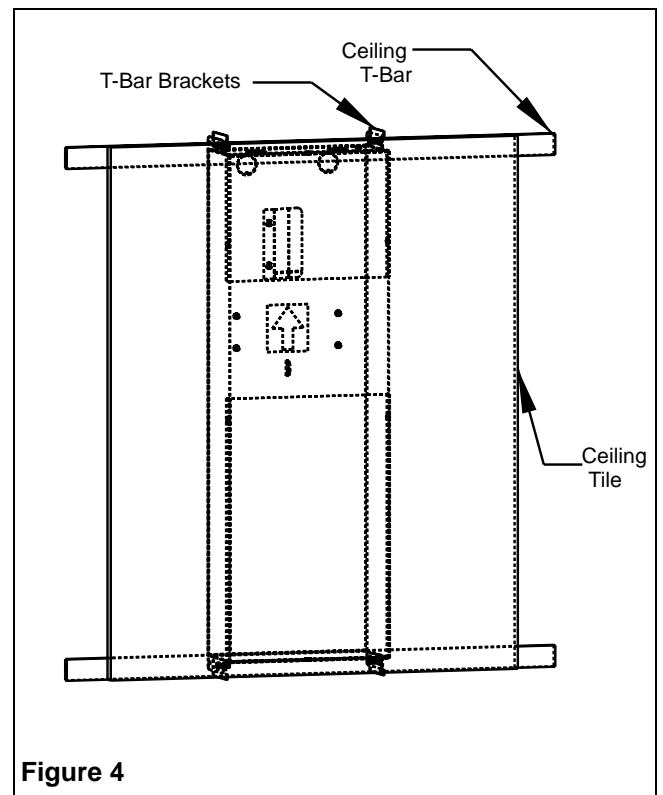

Figure 4
3. Position the back-box at the desired location across the ceiling T-bars (Figure 4). Secure the Back-Box to the ceiling joists by chains, or "pencil rod" wire (supplied by others) to support the unit.
3. Placez le boîtier encastré à l'endroit désiré entre les barres en " T " (Figure 4). Pour sécuriser l'appareil, fixez le boîtier aux solives du plafond avec des chaînes ou des tiges de suspension (non fournies).